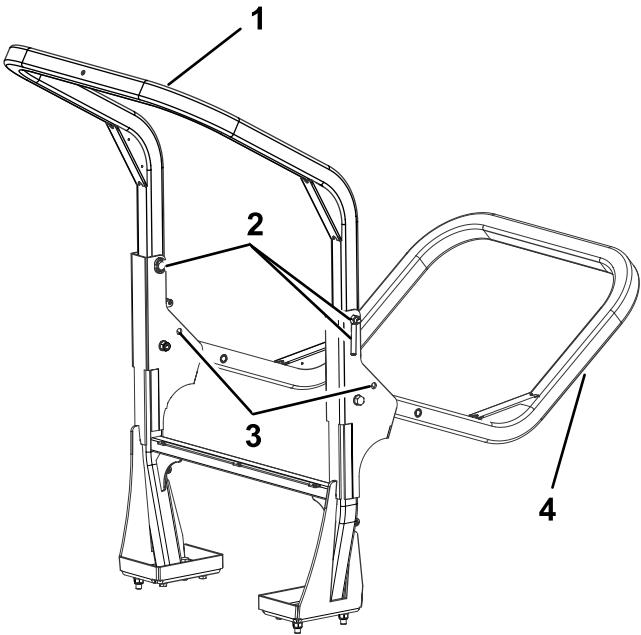

Figura 27
- Sostenete il peso del telaio superiore del roll bar mentre rimuovete i perni a scatto e i perni con testa dalle staffe orientabili (Figura 27).